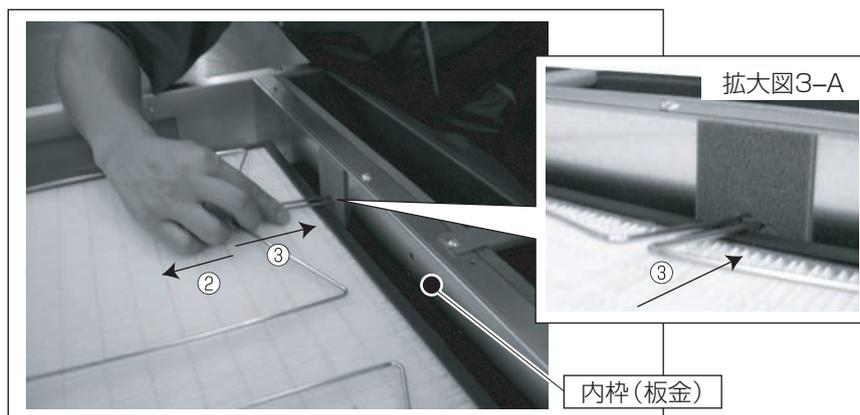

図3
- (3) フィルター押え金具の先端部を②引っ張り、内枠(板金)に貼付けてあるシール材のスリット部に③差込み固定してください。(図3、拡大図3-A)